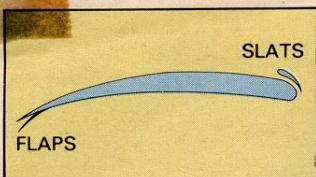

Fig. 4. – Modifications du profil d'une aile par des volets.
■ Pour augmenter le domaine de vol d'un avion, on est amené à modifier, au cours du vol, la géométrie de l'aile (fig. 4). C'est le but des volets, qui sont dénommés « Flaps »\* pour les volets du bord de fuite et « Slats »\* pour les volets du bord d'attaque de l'aile.